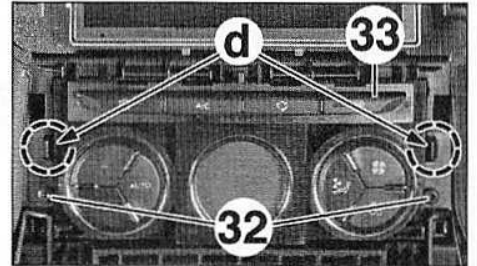

FIG.25
- les vis (32) (Fig.25).
- Dégrafer en (d) le panneau de commande de chauffage/climatisation (33) et le pousser à l'intérieur de la planche de bord.